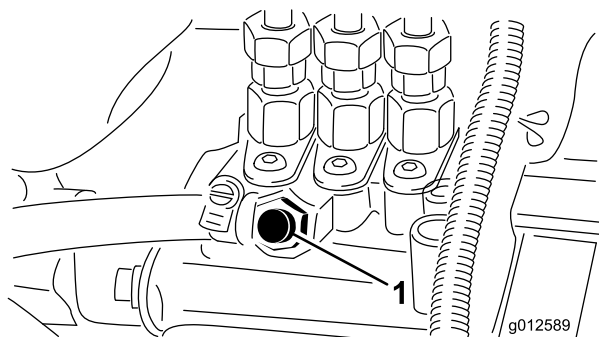

Figure 34
5. Desserrez la vis de purge sur la pompe d'injection (Figure 34).